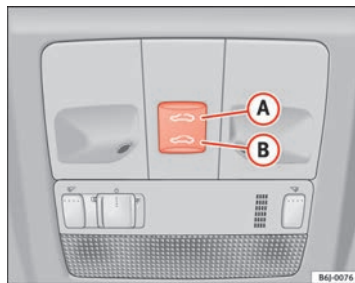

Fig. 52 Toit ouvrant / déflecteur
- Appuyez et maintenez le bouton (B) ⇒ fig. 52 ⇒ △ appuyé, le toit se referme alors jusqu'à ce que le bouton soit relâché.